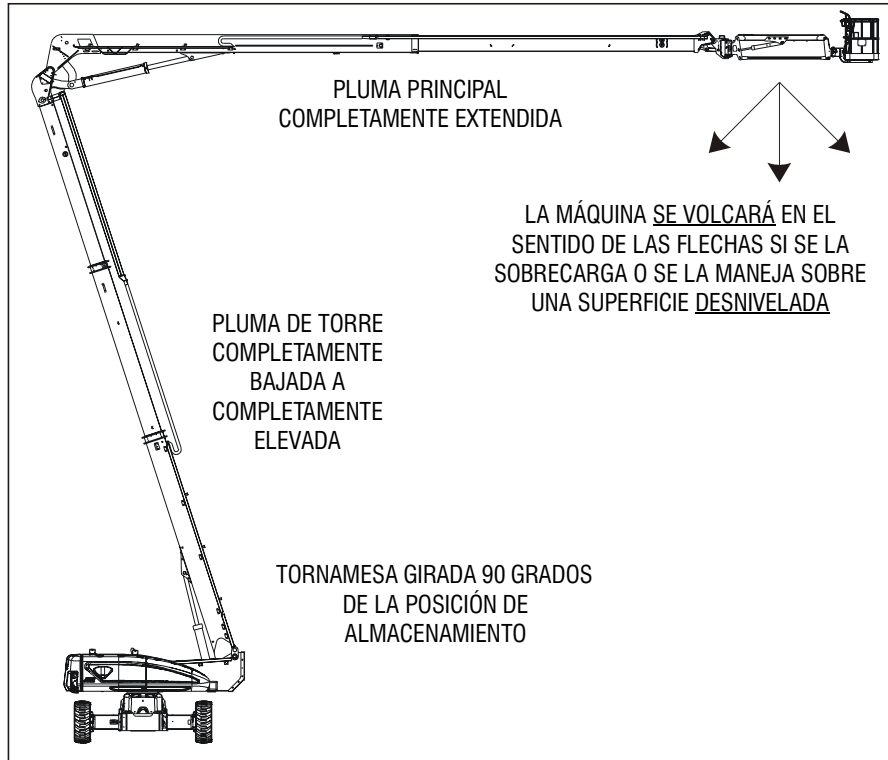
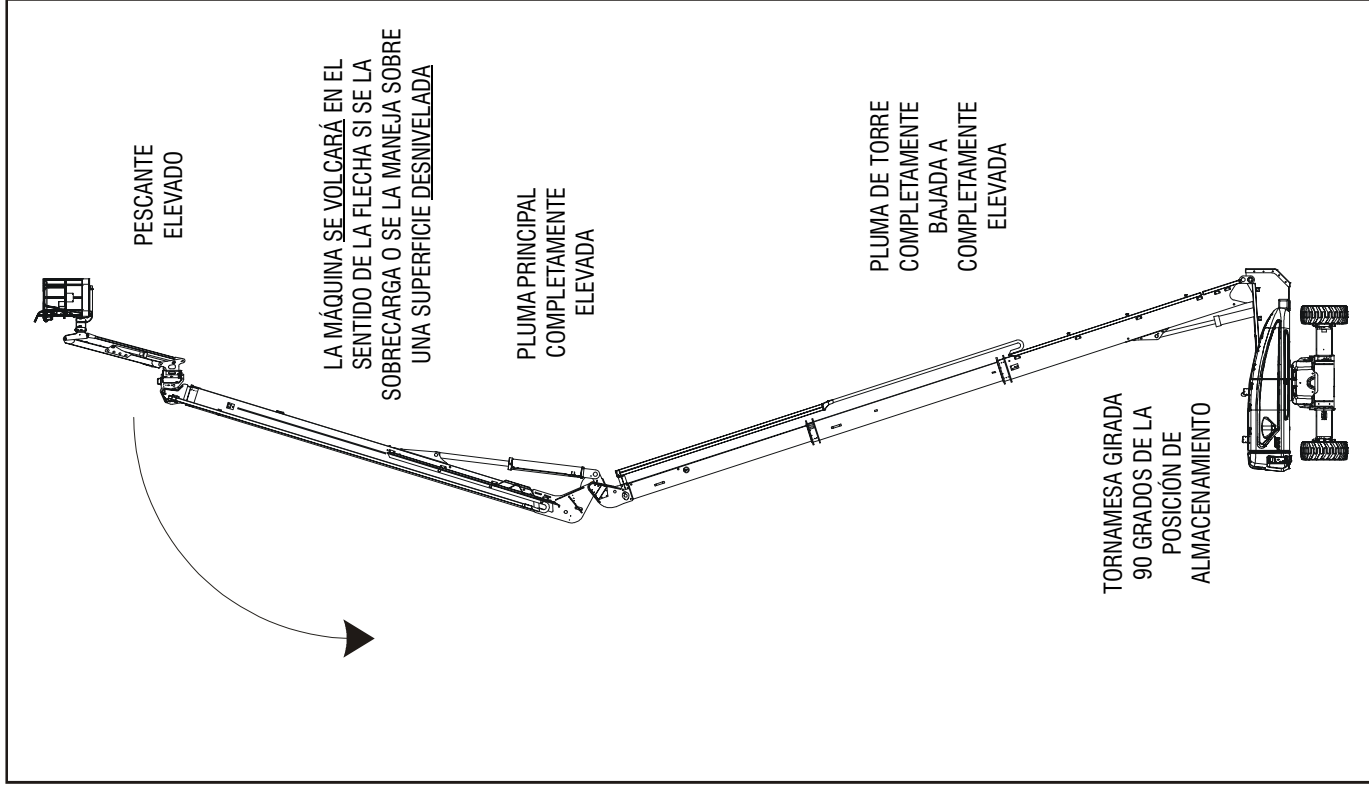

Figura 4-2. Posición de estabilidad delantera mínima
Figura 4-4. Posición de menor estabilidad trasera - Hoja 2 de 2
La estabilidad de la máquina depende de dos (2) condiciones, las cuales se denominan estabilidad DELANTERA y estabilidad TRASERA. La posición de la máquina que ofrece la estabilidad DELANTERA mínima se ilustra en la Figura 4-2; la posición que ofrece la estabilidad TRASERA mínima se ilustra en la Figura 4-4.